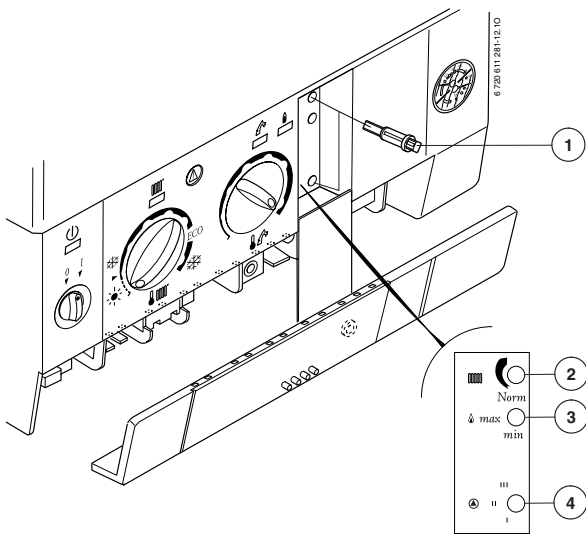

Fig. 35
- Verificare che il commutatore delle modalità di funzionamento (3) sia su **Norm (= funzionamento normale)** (Fig. 35).
- Ruotare il potenziometro della potenza di riscaldamento (2) (Fig. 35) in modo che la pressione alla rampa ugelli corrisponda alla potenza termica in relazione al fabbisogno desiderato (vedere tabella 13 a pag. 37).
- ▶ Svitare di 2-3 giri la vite di tenuta (3) e collegare sulla sua presa il manometro gas
- ▶ Impostare il commutatore di funzionamento su **max**. (Fig. 35).
(Fig. 35).
- ▶ Spegner l'apparecchio e chiudere il rubinetto del gas. Scollegare il manometro e stringere bene la vite di tenuta (3).
- ▶ Svitare per 2-3 giri la vite di tenuta (7) e collegare alla sua presa il manometro.
- ▶ Ruotare il commutatore delle modalità di funzionamento su **Norm (= funzionamento normale)** (Fig. 35).
- ▶ Verificare che il commutatore delle modalità di funzionamento (3) sia su **Norm (= funzionamento normale)** (Fig. 35).
- ▶ Disattivare elettricamente l'apparecchio e chiudere il rubinetto del gas. Scollegare il manometro gas e stringere bene la vite di tenuta (7).
- ▶ Impostare il commutatore di funzionamento su **max.** (Fig. 35).
- ▶ Ruotare il commutatore di funzionamento su **min** (Fig. 35).